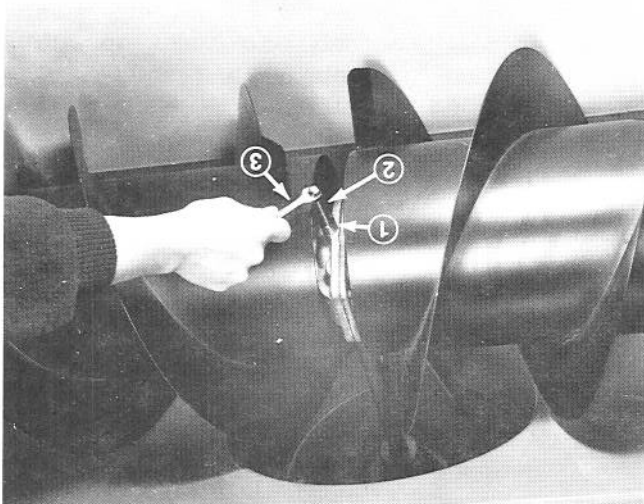

Figure 21
2. Enlevez le bouchon à tuyau de la boîte d'engrenages en plaçant le côté ouvert d'une douille de rallonge de 3/8" sur le bouchon, et en utilisant une clé ouverte de 3/8" sur le côté carré de la rallonge (Fig. 21).
5. Refermez le carter d'engrenage à l'aide du bouchon à tuyau (Fig. 21).